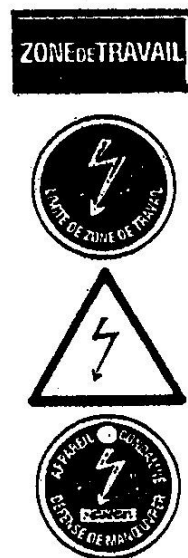

fig. 12. Signaux et pancartes de sécurité.
- En BT, on utilise des profilés isolants, sur les lignes des pancartes (fig. 12).